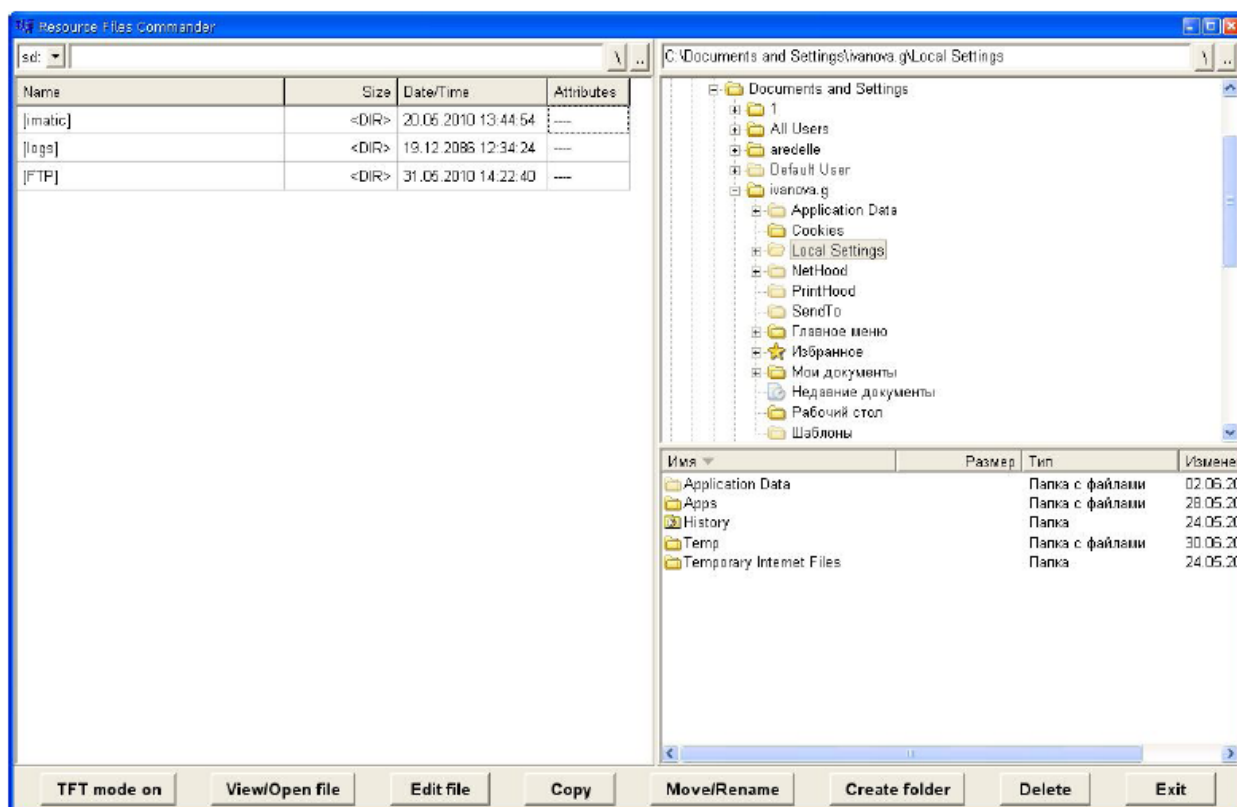

Рисунок 2– Окно «Файловый менеджер»
- «Файловый менеджер» («Resources files») – открывает встроенную утилиту «Resource Files Commander», рисунок 2, для считывания информации, позволяет считать информацию из встроенной памяти изделия или с внешней карты памяти MicroSD, установленной в изделии без ее извлечения